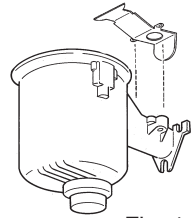

Fig. 1
Paso 4: Retirar la cubierta de acceso (E) de la bolsa de piezas.
Paso 7: Conecte la cubierta de acceso al portalámparas utilizando los tornillos (H) suministrados (Fig. 1).